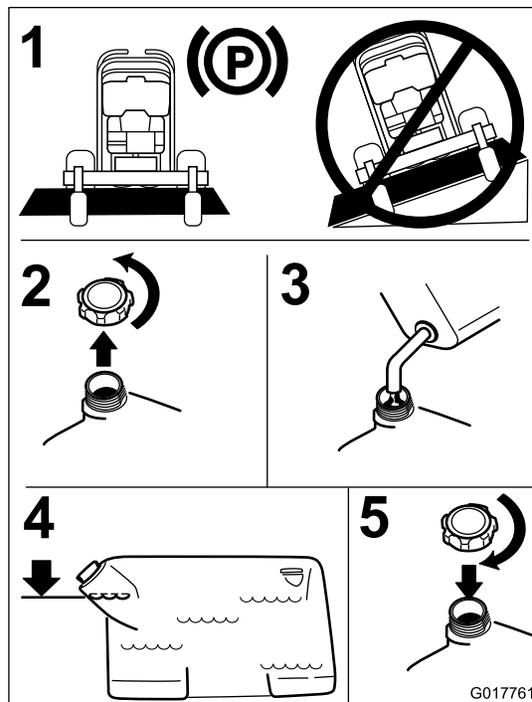

Figura 8
4. Llene el depósito de combustible hasta la parte inferior del cuello de llenado. Asegúrese de dejar un espacio vacío en el depósito para permitir la dilatación de la gasolina. Ver Figura 8.